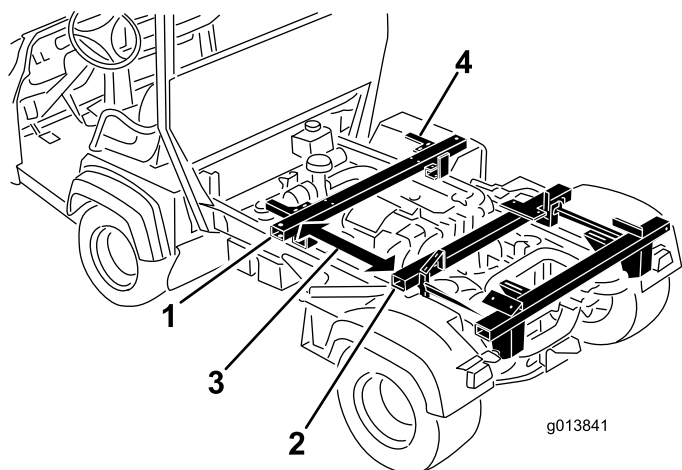

Figura 7
1. Alinee los 2 soportes en L del travesaño delantero hacia la parte delantera de la máquina (Figura 7).
2. Coloque el travesaño delantero sobre el bastidor del vehículo, de modo que el travesaño esté a 76 CM delante del travesaño central (Figura 7).